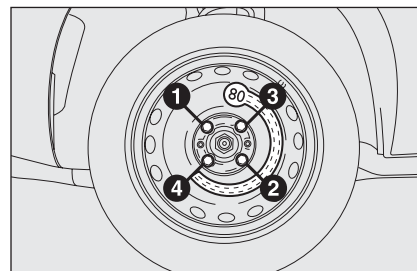

fig. 16
- mediante l'utilizzo della chiave in dotazione, serrare a fondo i bulloni secondo l'ordine rappresentato in precedenza per il ruotino di scorta **fig. 16**;